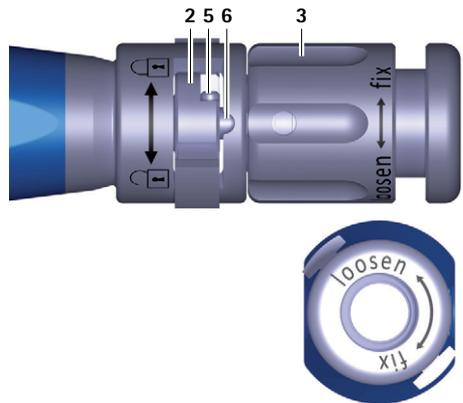

Fig. 1 Närbild av insättningsinstrumentet med öppen omkopplare
- ▶ Vrid vridmuttern **3** på insättningsinstrumentet **A** moturs (riktning "loosen") så att stängan **6** skjuts framåt, se Fig. 1.
- Vrid omkopplaren 2 åt vänster (riktning ) se Fig. 1.
- ▶ Vrid omkopplaren **2** åt vänster (riktning ) se Fig. 1.
- ▶ Kontrollera positionen för fastkoppling av insättningsinstrumentet **A**, se Fig. 1.
- ▶ Vrid omkopplaren **2** åt vänster (riktning ) , se Fig. 1.
- ▶ Vrid vridmuttern **3** moturs (riktning "loosen") så att stången **6** skjuts framåt, se Fig. 1.